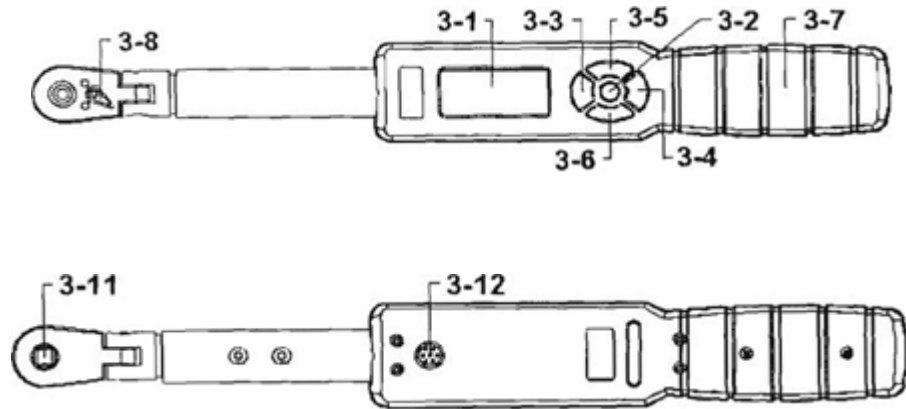

Fig. 1
- 1) Encienda el medidor presionando el botón "Power" una vez (3-2, Fig. 1), la pantalla mostrará el valor cero y estará listo para la medición.
- Después de la alimentación, si presiona el botón "Power" (3-2, fig. 1), una vez más, el medidor se apagará
Luego de encender, presione el botón "Unidad" (3-4, Fig 1.) una vez, en secuencia, para seleccionar la unidad de medida:
- 3) Ajuste la dirección de fuerza de torque deslizando el switch de dirección de fuerza torque (3-8, Fig. 1).
Utilice la mano para sostener el "mango" (3-7, Fig. 1) firmemente y gire la manija, la pantalla mostrará el valor de torque de medición.
Después de encender el medidor, si presiona el botón "Retroiluminación LCD" (3-3, Fig. 1) una vez encenderá la retroiluminación LCD, si presiona el botón "Retroiluminación LCD" una vez más, se apagará la luz de fondo.
1) Después del encendido, debe pulsar el botón ▲ o ▼ (3-5, 3-6, fig. 1) una vez o continuamente, se configurará el Valor de ajuste de alarma
- b. El "Beeper" (3-12, Fig. 1) sonará lentamente si el valor medición alcanza el valor de ajuste de alarma 90%.
- c. El "Beeper" (3-12, fig. 1) sonará rápidamente si el valor de medición alcanza el valor de ajuste de alarma.
- 2) Afloje la tapa de tornillo de la batería (3-10, fig. 1) y quite la tapa de la batería (3-9, Fig. 1) del instrumento y retire la batería.